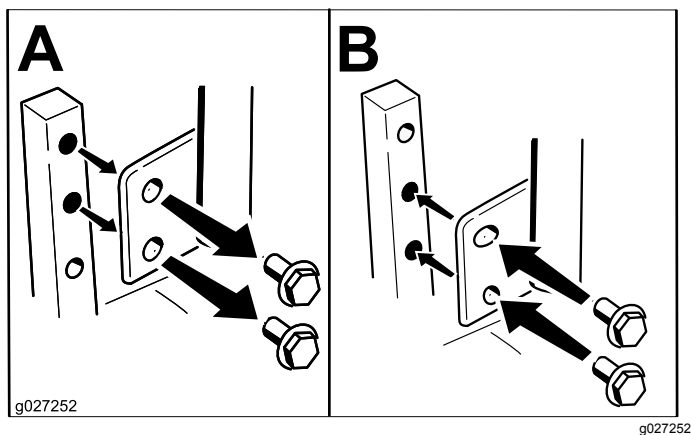

Figura 10
2. Afloje el perno inferior lo suficiente para poder desplazar hacia adelante o hacia atrás la palanca de control (Figura 10).
Puede ajustar las palancas de control de movimiento hacia arriba o hacia abajo para que su uso sea más cómodo (Figura 10).